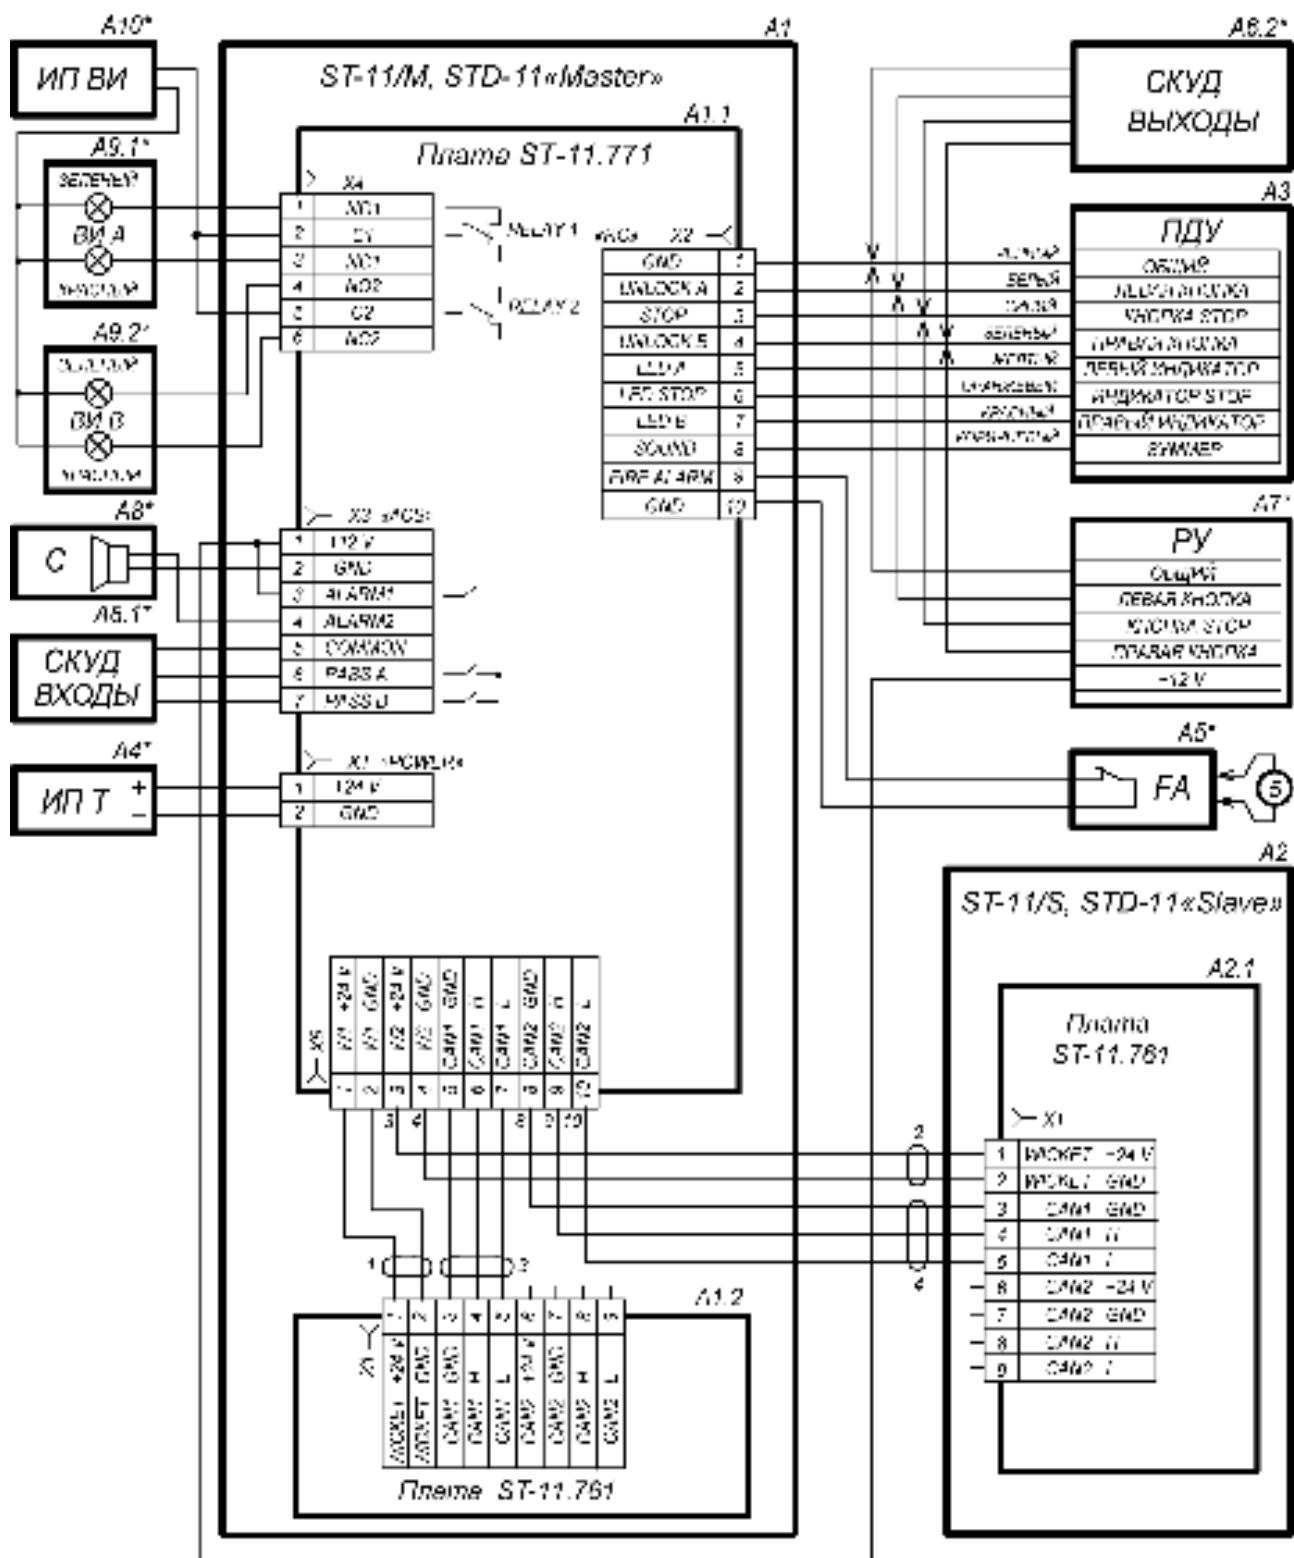
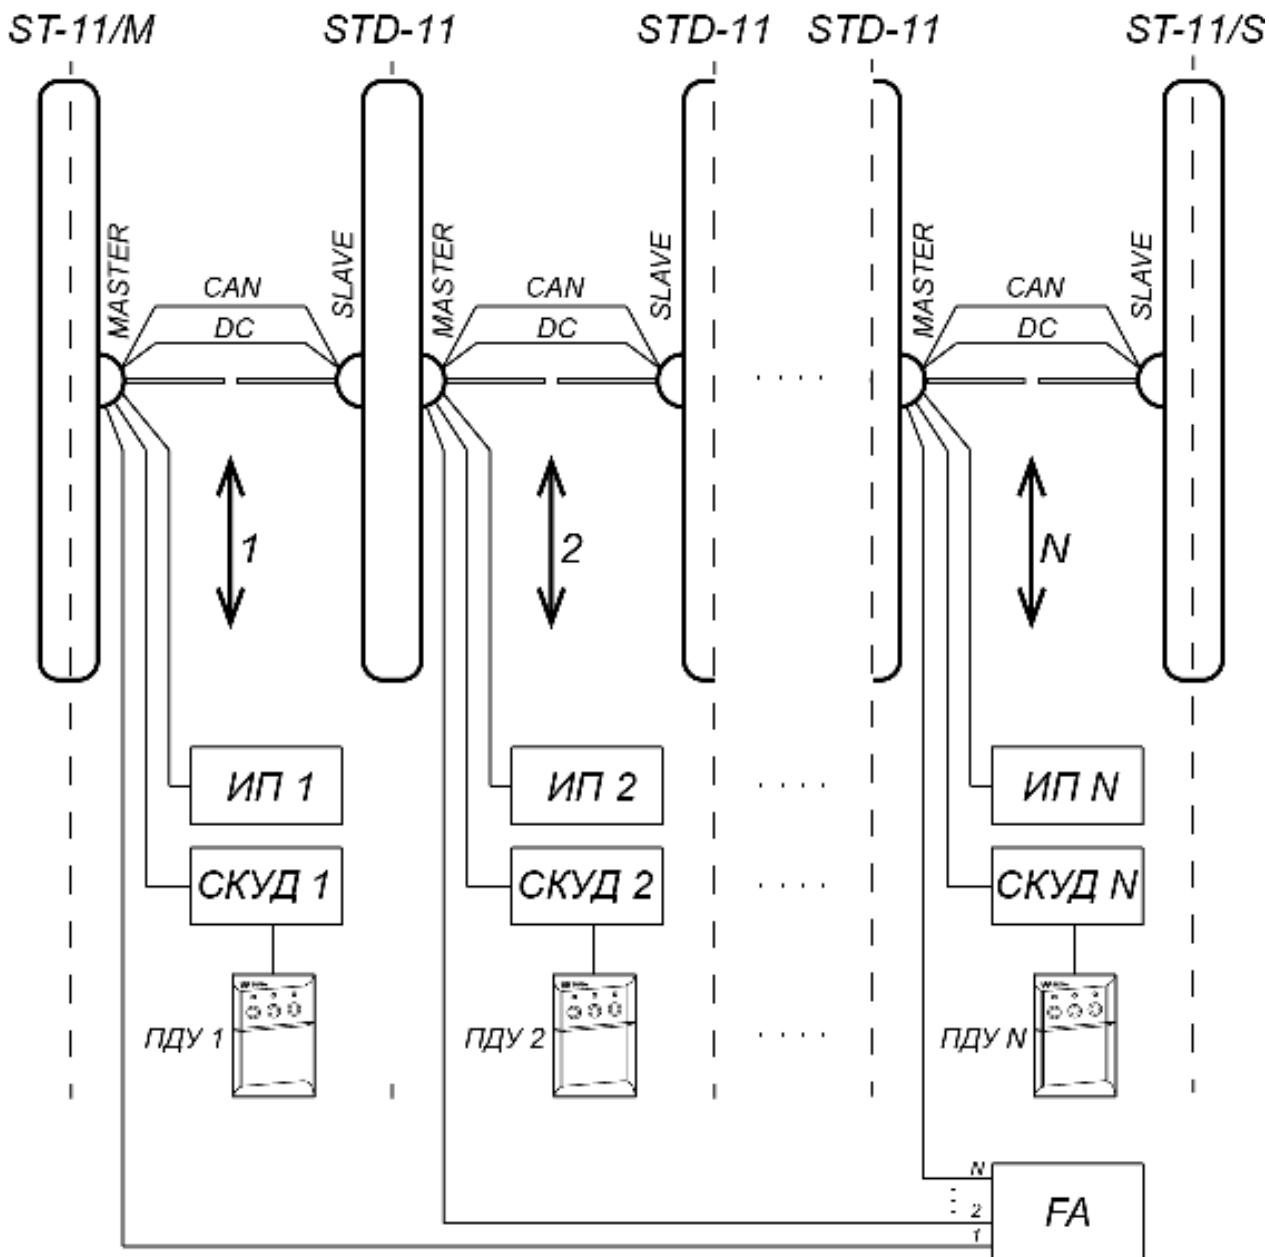

Рисунок 17. Схема электрических соединений турникета¹
Рисунок 18. Схема соединений турникета PERCo-ST-11 и двусторонних секций PERCo-STD-11 для организации проходной с несколькими зонами прохода
Содержание монтажных операций дано с учетом рекомендаций, приведенных в разд. 8.1. Оборудование и инструменты, необходимые при монтаже, перечислены в разд. 8.2. Номера позиций указаны в соответствии с рис. 6 и 7. Схема электрических соединений турникета приведена на рис. 18. Типы кабелей, используемых при монтаже, перечислены в табл. 5. На рис. 17 приведен пример схемы соединений турникета и двусторонних секций при организации проходной с несколькими зонами прохода.
Если нет возможности использовать способ протяжки кабелей кондуктором, при необходимости кабели DC и CAN можно проложить сразу, до начала установки секций. Данные кабели находятся в центральной стойке секции (стороны секции) *Slave* внизу под кожухом. Для этого необходимо распаковать секцию *Slave*, снять кожух с центральной стойки (см. рис. 19), вынуть кабели DC и CAN и отсоединить их от платы управления приводом. На концах жил кабелей имеются маркеры с номерами, соответствующими схеме соединений (рис. 18).
14. Через отверстие для ввода кабелей в основании центральной стойки двусторонней секции (со стороны *Master*) введите внутрь стойки кабели для управления второй зоной прохода: от ИП, от ПДУ или контроллера СКУД, от устройства *Fire Alarm* и дополнительного оборудования, а также кабели DC (16) и CAN (17) от секции (стороны секции) *Slave* или же кондуктор для их протяжки.
20. Подключите кабели к плате управления первой зоны прохода согласно схеме электрических соединений турникета (см. рис. 9 и рис. 18). Плата расположена в нижней части центральной стойки секции *Master*.
Соединительные кабели DC (на схеме №2) и CAN (№4) подключаются к клеммным колодкам **X5** платы управления секции *Master* и **X1** платы привода секции *Slave* в соответствии с маркировкой их жил (см. рис. 18).